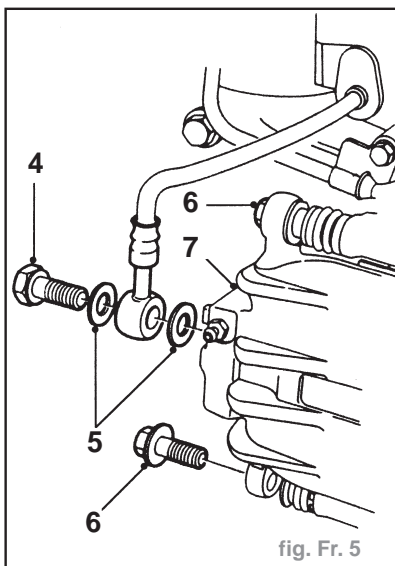

fig. Fr. 5
- Enlever le boulon (4) de raccord banjo du flexible de frein (fig. Fr. 5).
- Jeter les 2 rondelles d'étanchéité (5).